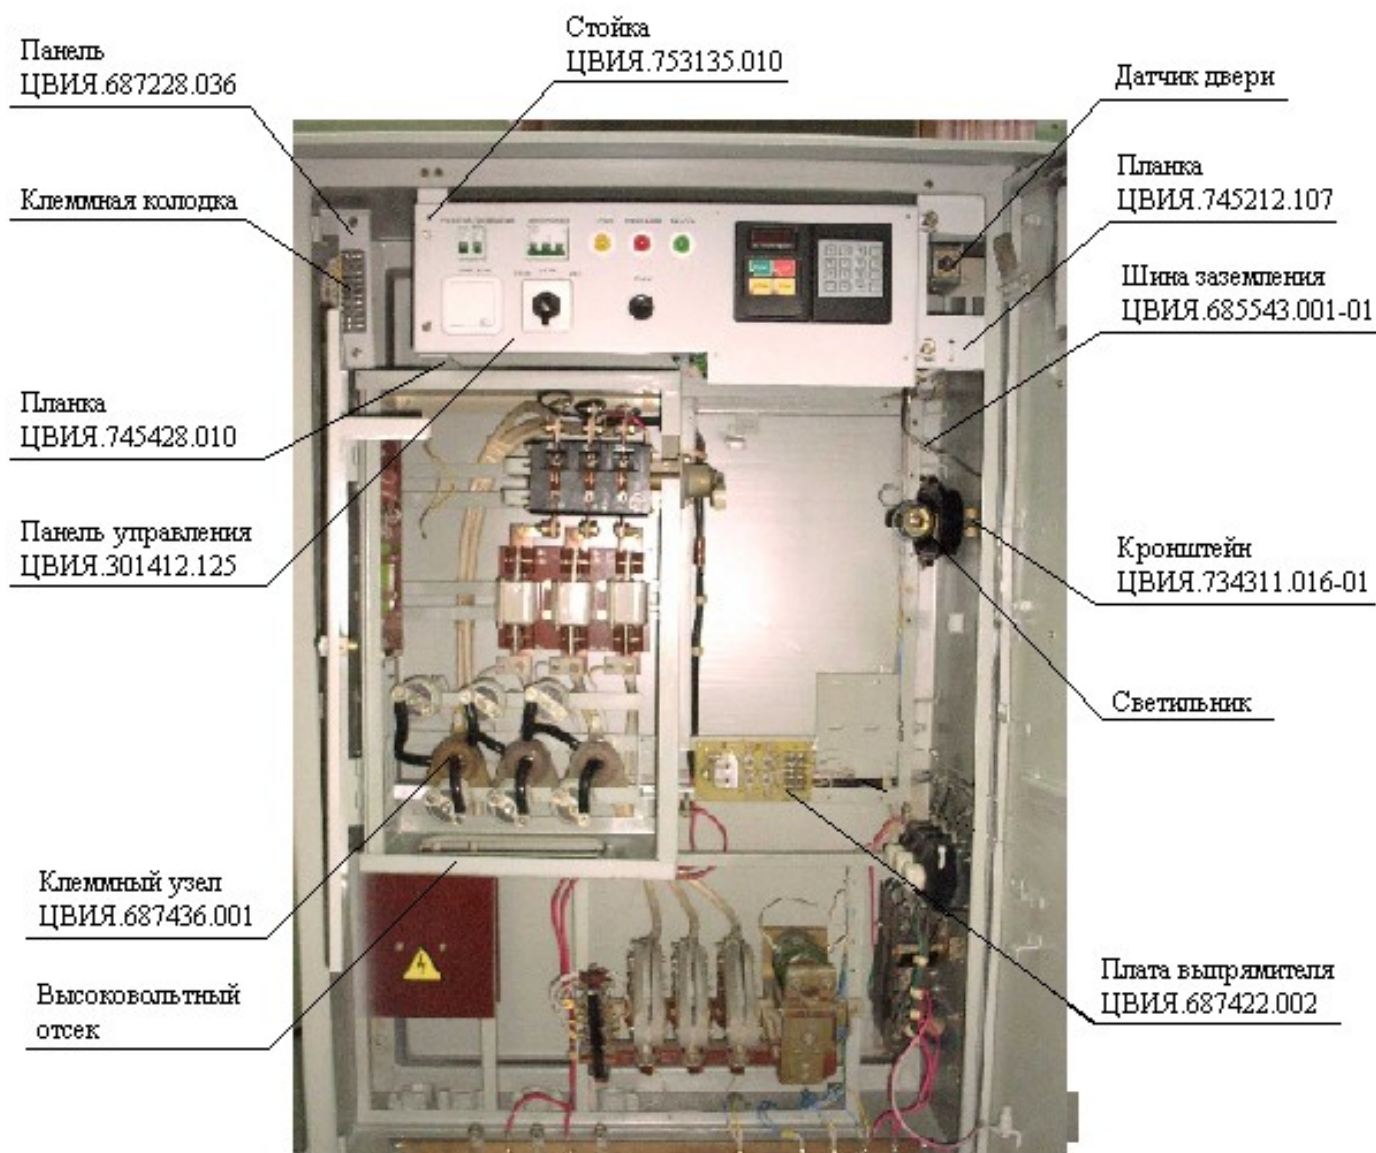

Рисунок 2.5 – Станции управления ШГС-5805-01 и ШГС-5805-02
- произвести внешний осмотр панели управления ЦВИЯ.301412.125 из комплекта поставки на отсутствие механических повреждений; закрепить ее двумя гайками М8 к планке ЦВИЯ.745212.107, используя шайбы 8 (см. рисунок 2.5);